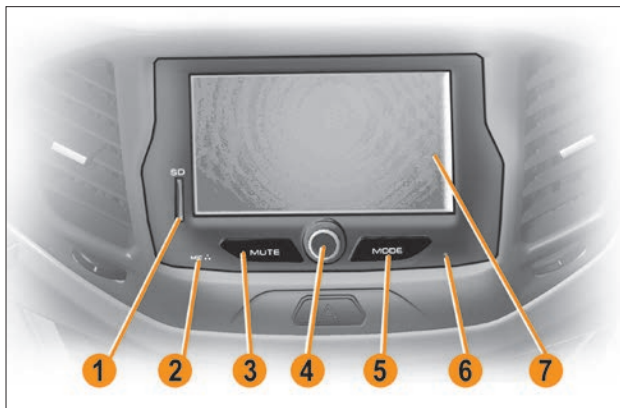

Рис. 3. Мультимедийное навигационное оборудование
2.1.1 Включение ОММН осуществляется кратковременным нажатием (1-2 сек.) на ручку энкодера **4** (рис. 3).
2.1.3 Для выключения ОММН кратковременно нажмите ручку энкодера **4** (рис. 3) и удерживайте ее в нажатом положении до выключения дисплея.
2.1.4 Для перезагрузки ОММН тупым тонким стержнем нажмите и удерживайте в течение 2-3 сек. кнопку **Reset 6** (рис. 3). После перезагрузки ОММН переходит в режим «Радио» с прослушиванием первой сохраненной радиостанции.